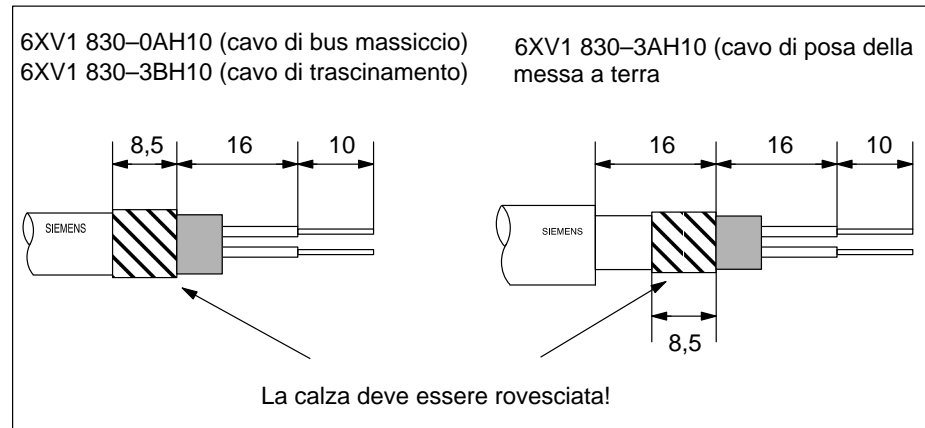

Figura 4-10 Lunghezza dell'isolazione per il collegamento al terminatore PROFIBUS
2. Spellare il cavo di bus PROFIBUS secondo figura 4-10.